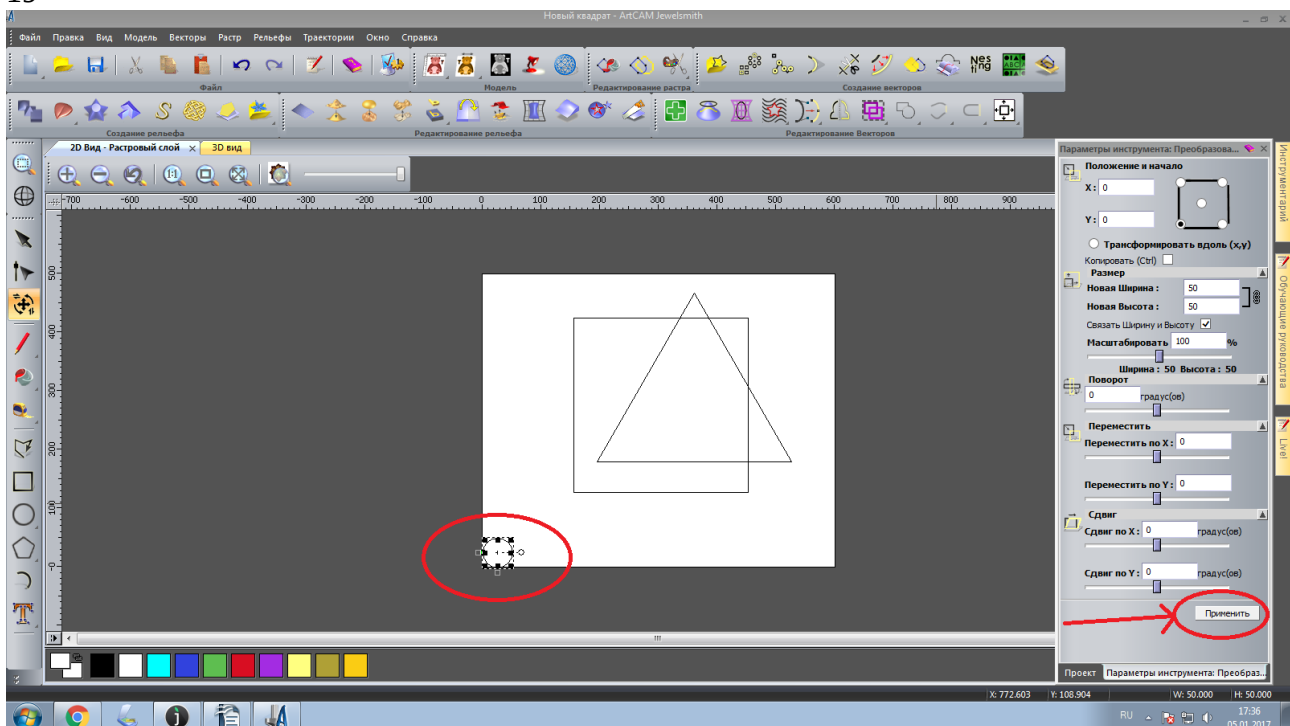

Рисунок 19. Перемещение круга в начало.
20. Нажмите кнопку «Применить», чтобы круг переместился к началу координат, рисунок 19